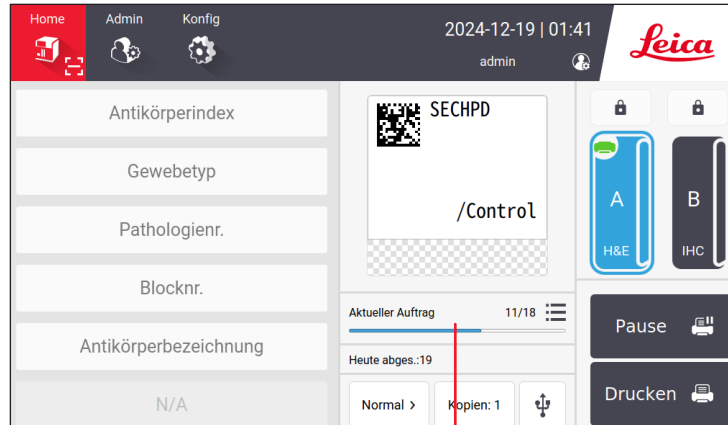

Abb. 36
8. Tippen Sie auf **OK**, um den Stapeldruck zu starten. Sie können den Fortschritt des aktuellen Druckauftrags (→ Abb. 36) im Hauptmenü überwachen.